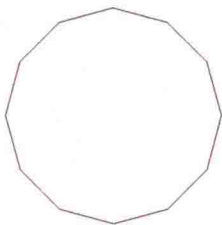

图1-18
STEP 14 选择“多边形”工具，在属性栏中，设置【星形及复杂星形的多边形点或边数】为12，然后按住【Ctrl】键，绘制一个多边形，如图1-18所示。